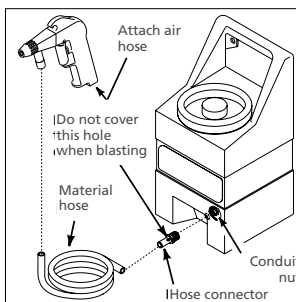

Figura 6 - Model MXS11003
2. Conecte la manguera del material al conector de la manguera. Conecte el otro extremo de la manguera del material a la pistola (Vea Figura 6).